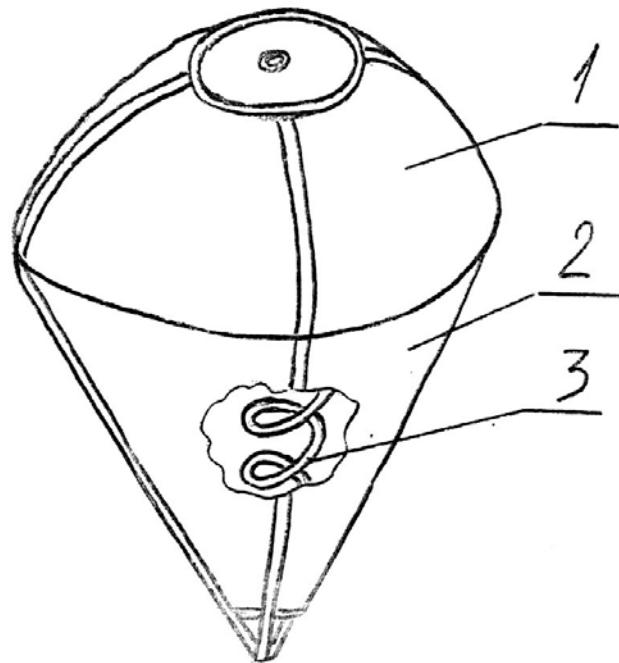

Рис. 2. Парашют вытяжной пружинный:
2.5.1. П а р а ш ю т в у т я ж н о й (ВП) п р у ж и н н ы й площадью 0.6 м² предназначен для вытягивания запасного парашюта. Парашют (рис. 2) состоит из основы (капроновая ткань типа F-111), боковины (капроновая сетчатая ткань) и конической пружины. Широкое основание пружины обращено к вершине купола и прикреплено к металлическому диску-накладке в середине основы купола. Основа и боковина ВП усилены лентами ЛТКП-15-185, образующими петлю для присоединения звена камеры запасного парашюта.